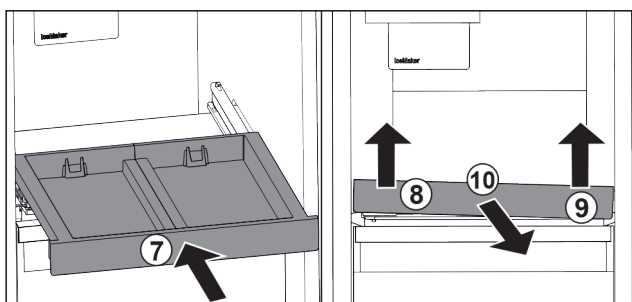

Fig. 125
- Uitschuifpateau erin schuiven. Fig. 125 (7)
- Uitschuifpateau linksvoor optillen. Fig. 125 (8)
- Uitschuifpateau rechtsvoor optillen. Fig. 125 (9)
- Uitschuifpateau er naar voren uitnemen. Fig. 125 (10)